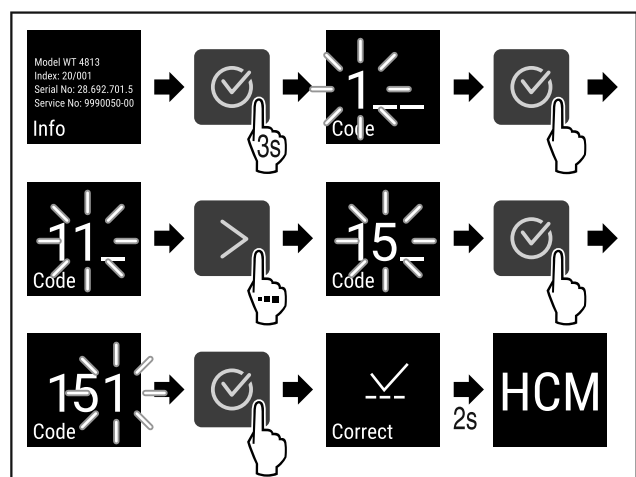

Fig. 24
- ▶ Изпълнете стъпките (виж Fig. 24).